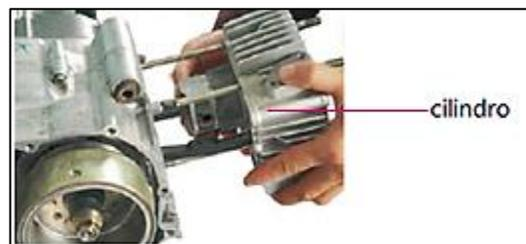

Fig. 5.116
2. Pase la cadena de distribución y la guía por el orificio. **Fig. 5.116**